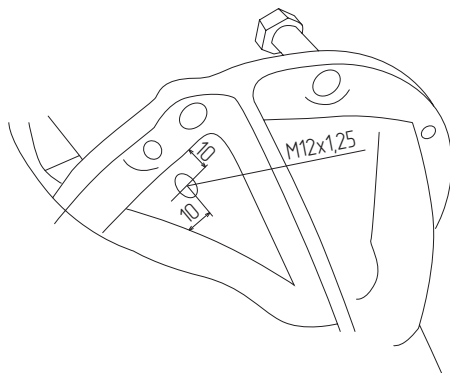

Рис. 2
1. Просверлите в картере моста сквозное отверстие сверлом $\varnothing 10,7..10,8$ мм (см. раздел Инструменты) на расстоянии не менее 10 мм от края фланца и 10 мм от края технологического прилива (Рис. 2). Нарежьте резьбу метчиком М12х1.25 (см. раздел Инструменты).